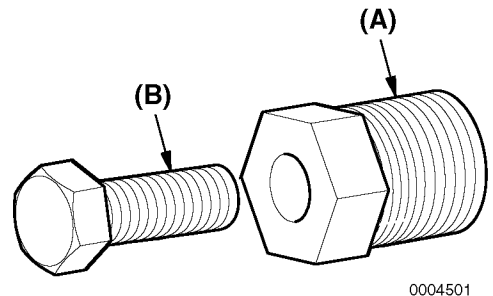

Figure 16
- 2. Installare l'estrattore (Figure 16, (A)) nella girante.
- 3. Ruotare la vite di pressione (Figure 16, (B)) in senso orario per estrarre la girante dal corpo della pompa.